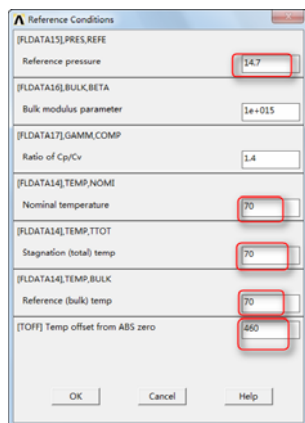
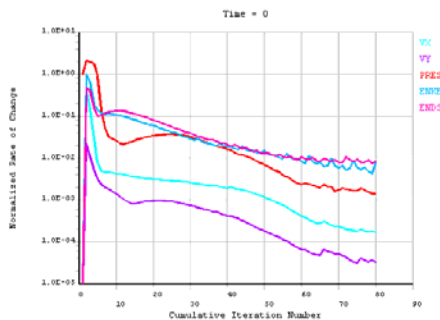

图 5-132 设置参考条件
图 5-133 迭代曲线
① 依次选择 Main Menu → Solution → FLOTRAN Setup → Flow Environment → Ref Conditions, 会弹出 “Reference Conditions” 对话框, 如图 5-132 所示。
② 在 “Reference Conditions” 对话框中, “Reference pressure” 中输入 14.7, “Nominal temperature” 中输入 70, “Stagnation (total) temp” 中输入 70, “Reference (bulk) temp” 中输入 70, “Temp offset from ABS zero” 中输入 460。单击 “OK” 按钮确认并关闭 “Reference Conditions” 对话框。
③ 依次选择 Main Menu → Solution → Run FLOTRAN, 求解完成后会弹出提示对话框, 单击 “Close” 关闭。迭代曲线如图 5-133 所示。